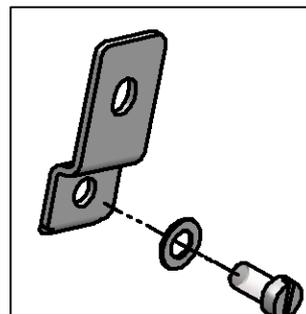

Abb. 5-2
- Hängen Sie das Elektro-Betäubungsgerät mit unserem Wandbefestigungsset* (Abb. 5-2) in einer Höhe von mindestens 1,6 m auf.